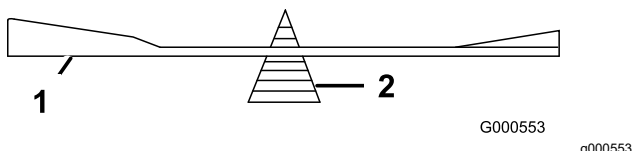

**Bild 65**
- Schärfen Sie die Schnittkante an beiden Enden des Schnittmessers mit einer Feile (Bild 65).
**Hinweis:** Feilen Sie, wenn das Schnittmesser nicht ausgewuchtet ist, vom Flügelbereich des Messers etwas Metall ab (Bild 65).